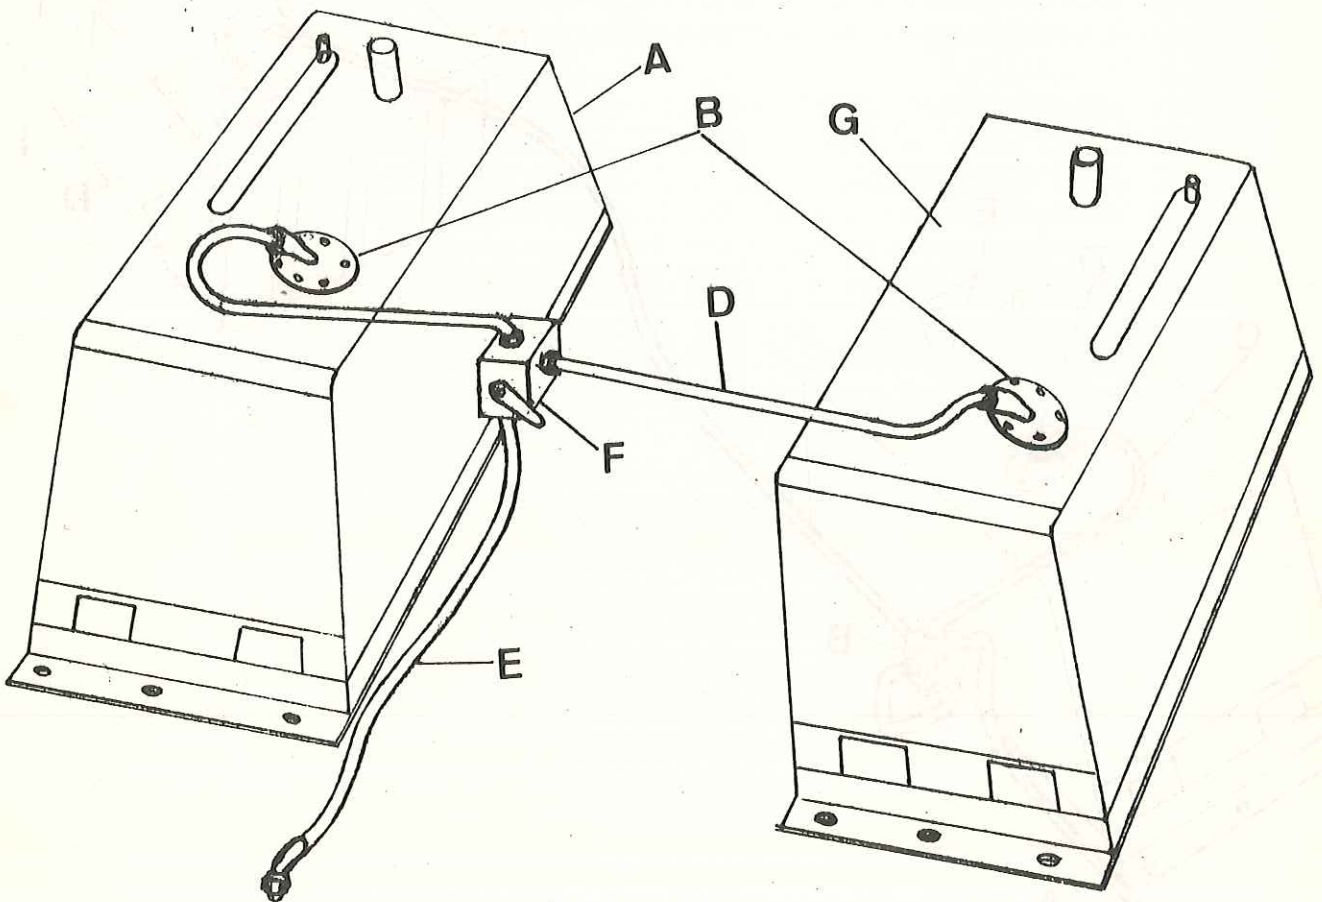

Fig. L2-18 Depósitos de combustible (modelo 4 cilindros)
- 1.3. Para retirar el diafragma se oprimirá ligeramente la parte metálica de aquél; se girará 90° en cualquier sentido para permitir que el muelle - empuje el diafragma fuera del cuerpo de la bomba (Fig. L2-18).